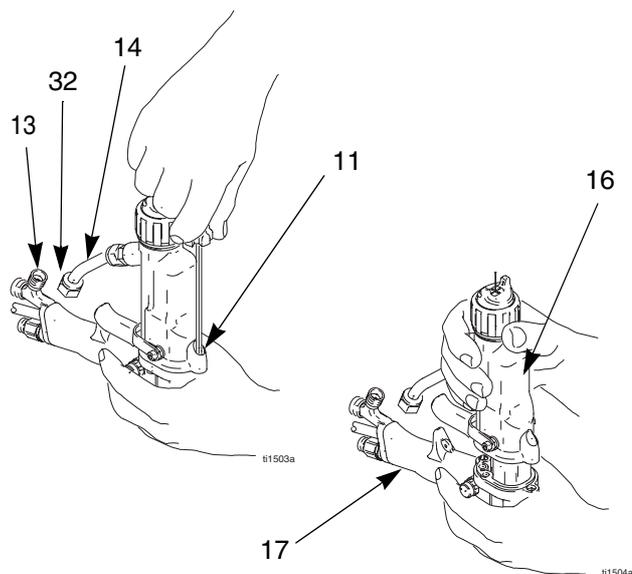

Abb. 15. Pistolenkörper ausbauen
4. Pistolengriff (17) mit einer Hand festhalten und den Pistolenkörper (16) gerade vom Griff abziehen. Siehe Abb. 15.